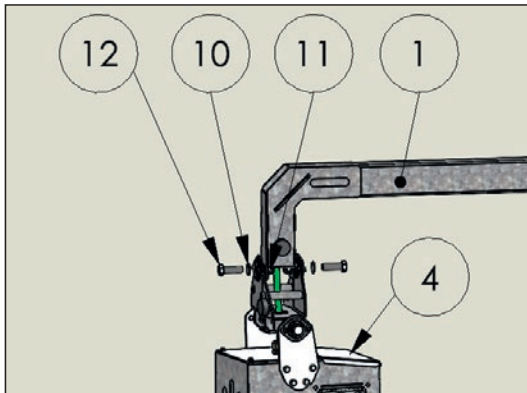

Fig. 4: Montage børste med drivenheden
2. Skru drivenheden (fig. 4 pos. 4) fast på hængearmen (fig. 4 pos. 1) ved hjælp af skruer (fig. 4 pos. 12), skiver (fig. 4 pos. 10) og møtrikker (fig. 4 pos. 11).